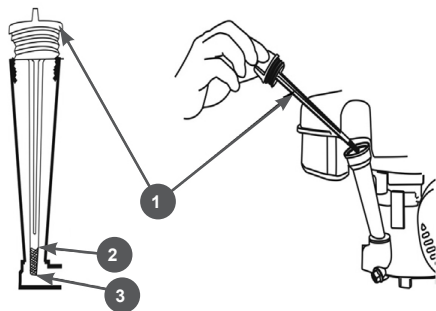

Рис. 6 Уровень масла в картере двигателя
2. Открутите крышку-щуп маслосазливной горловины и извлеките щуп (Рис. 6).
- При недостаточном уровне масла в картере необходимо долить чистое масло до верхней отметки на щупе (Рис. 6).